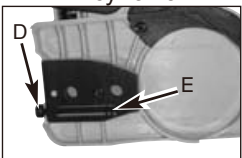

Рисунок 3D
3. С помощью отвертки поверните регулировочный винт (D) ПРОТИВ ЧАСОВОЙ СТРЕЛКИ так, чтобы ХВОСТОВИК (Е) (выступающий зубец) оказался в крайнем положении (рис. 3D).